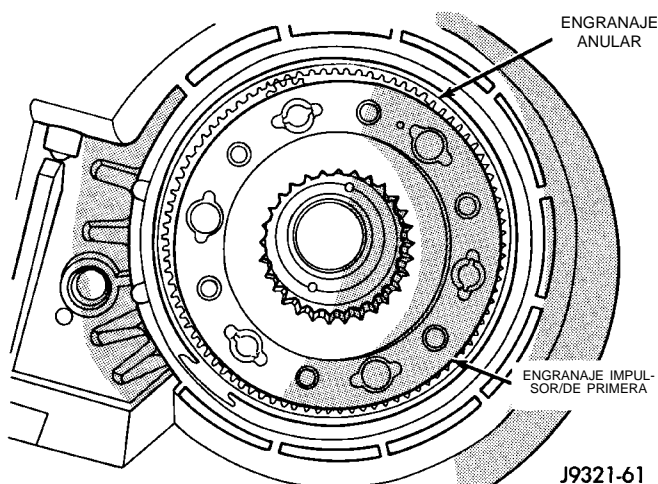

Fig. 56 Instalación del engranaje impulsor/de primera
(1) Alinee e instale el conjunto de engranaje impulsor y de primera en la caja delantera (Fig. 56). Asegúrese de que los piñones del engranaje de primera estén acoplados en el engranaje anular y que el eje del engranaje impulsor se asiente completamente en el cojinete delantero.